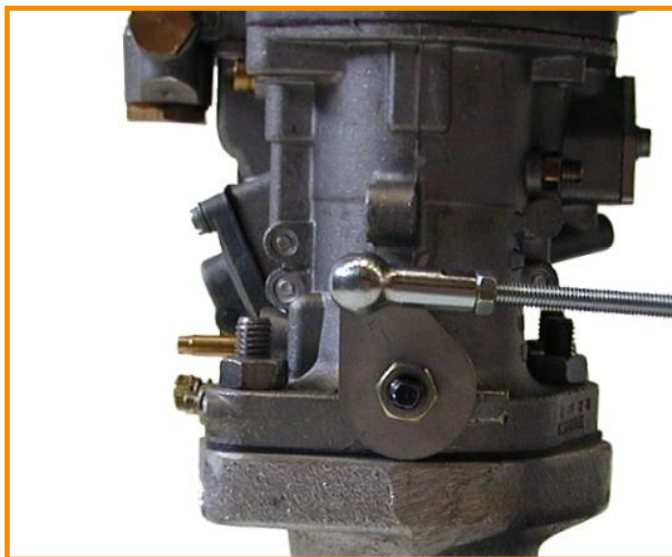

Fig. 4
- Assemble the stop lever and the throttle control lever (in this order) on to the shaft of the right-hand carburetor. (Fig.4)
- Montieren Sie den Anschlaghebel und den Drosselklappenhebel (in dieser Reihenfolge) auf die Welle des rechten Vergasers. (Fig.4)